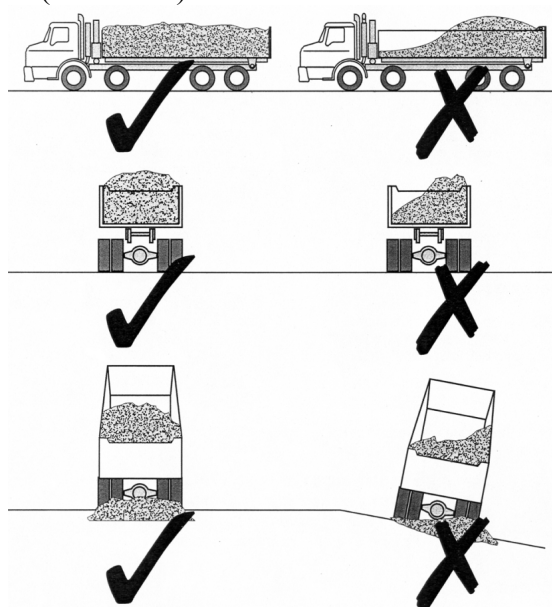

Рис.4.1 Примеры эксплуатации транспортного средства.
- При загрузке/разгрузке автомобиля следите за его боковой устойчивостью. Загружайте/разгружайте автомобиль на твердой ровной площадке. В случае появления признаков потери устойчивости прекратите загрузку/разгрузку. Примеры правильной (□) и неправильной (□) эксплуатации транспортного средства показаны на рис.4.1.